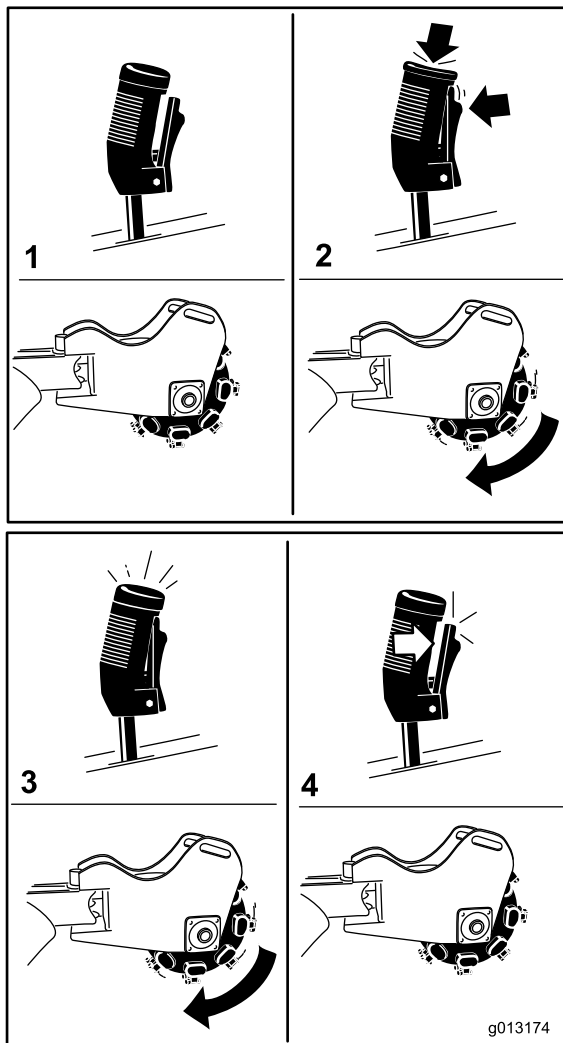

Figura 11
- Per avviare il fresa ceppi (Figura 11), premete il pulsante a grilletto e poi il pulsante rosso in alto sulla leva. Avviate la tranciatrice, rilasciate il pulsante rosso.
- Per arrestare la tranciatrice (Figura 11), rilasciate il dispositivo di azionamento per più di mezzo secondo.